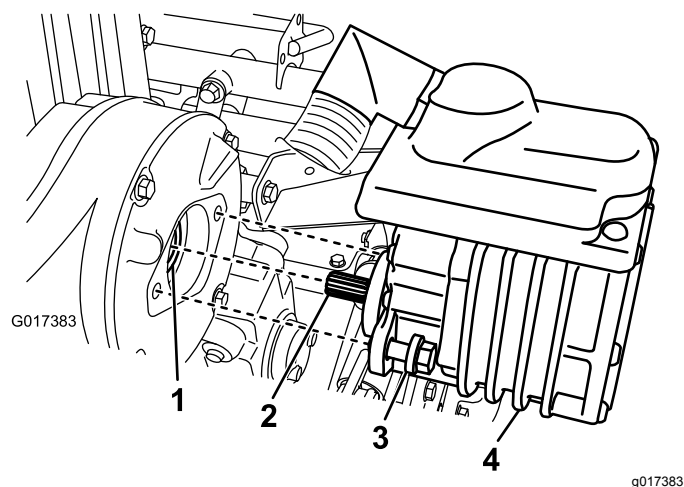

Рисунок 38
2. Удалите 2 болта, крепящих двигатель к корпусу трансмиссии (Рисунок 38).
4. Сделайте одно-два качания шприцом с консистентной смазкой в охватывающую соединительную муфту в корпусе трансмиссии (Рисунок 38).